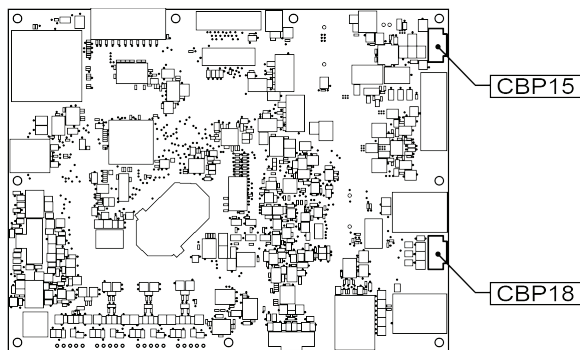

Figura 12
10. Utilizando el arnés incluido con la impresora, conecte al tablero de control como se muestra en la Figura 12. Los cables están marcados con sus etiquetas de conector respectivas.